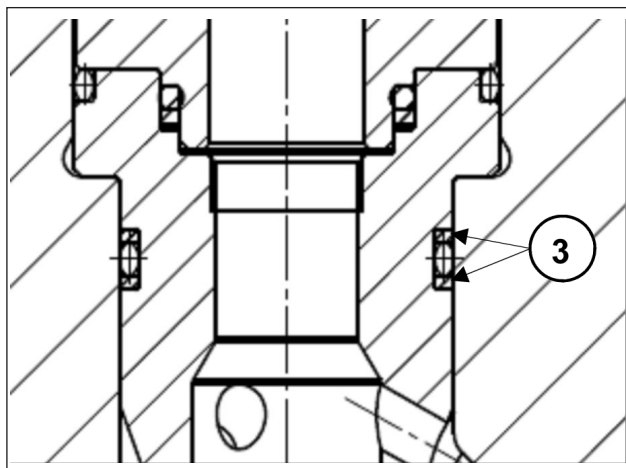

图 35
- 2 将吸油和排油阀组连同相应的衬套插入，检查是否与泵头的底部接触。格外注意切勿损坏衬套的抗挤压环(图 35，位置③)；要将这些环在各自的底座中正确定位和调整，应操作如下：